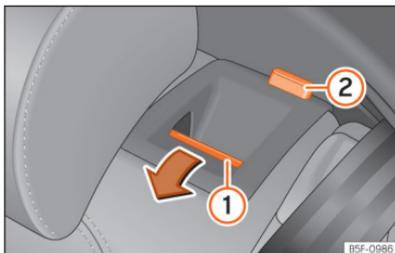

Fig. 96 Banco traseiro: rebater o encosto.
- Pressione o botão de desbloqueio »» Fig. 96 ① para a frente e, ao mesmo tempo, rebata o encosto. O encosto traseiro está desbloqueado quando se vê uma marca vermelha no botão ②.